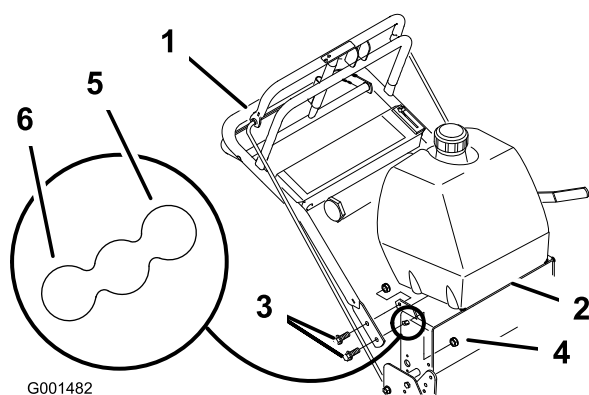

Figure 20
- Desserrez les boulons à embase supérieurs ((3/8 x 1 pouce)) et l'écrou à embase de fixation du guidon au bâti arrière (Figure 20)
- Retirez les boulons à embase supérieurs ((3/8 x 1 pouce)) et les écrous à embase de fixation du guidon au bâti arrière (Figure 20)